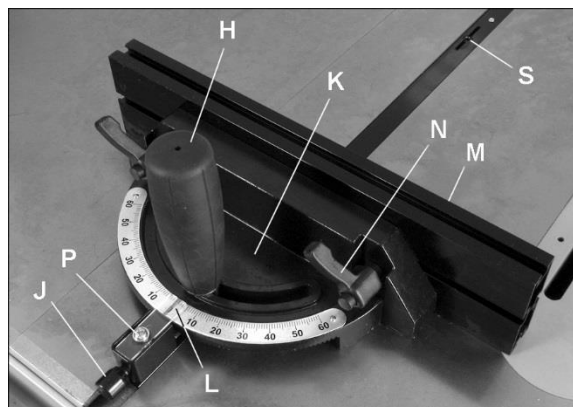

Рисунок 8-2
См. Рисунок 8-2 и 8-3:
2. Ослабьте ручку фиксации (Н, Рисунок 8-2), повернув ее против часовой стрелки.
3. Вытяните подпружиненную ручку (J) и вращайте ее до тех пор, пока корпус (K) углового упора не окажется под нужным углом, отображаемым на шкале.
Опорную направляющую углового упора (М, Рисунок 8-2) можно отрегулировать, сдвинув вправо или влево, или полностью снять.
2. Установите его под углом 90° к пильному диску (установка 0° по шкале), ослабив фиксирующую ручку (H, Рисунок 8-2), затем вытяните подпружиненную ручку (J) и поворачивайте корпус (K) до тех пор, пока на шкале не будет достигнуто положение 0°.
ПРИМЕЧАНИЕ: На планке углового упора есть два паза с установочными винтами (S, Рисунок 8-2). Отрегулируйте эти установочные винты, чтобы исключить люфт между планкой и пазом.